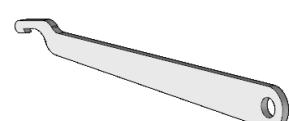
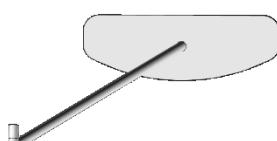

図 11-3
図 11-4
DO221 : 付属のフィルタ取り出し金具の爪で引掛けで引き出します。(図 11-3)
- ⑥ 付属の掃除金具でカートリッジフィルタ容器内のスラッジを取り除き、内部を清掃してください。(図 11-4)
- ⑦ 新しいエレメントとフェルトパッキンをセットします。
4) カーボンの交換手順 (図11-1, 図11-3, 図11-4)